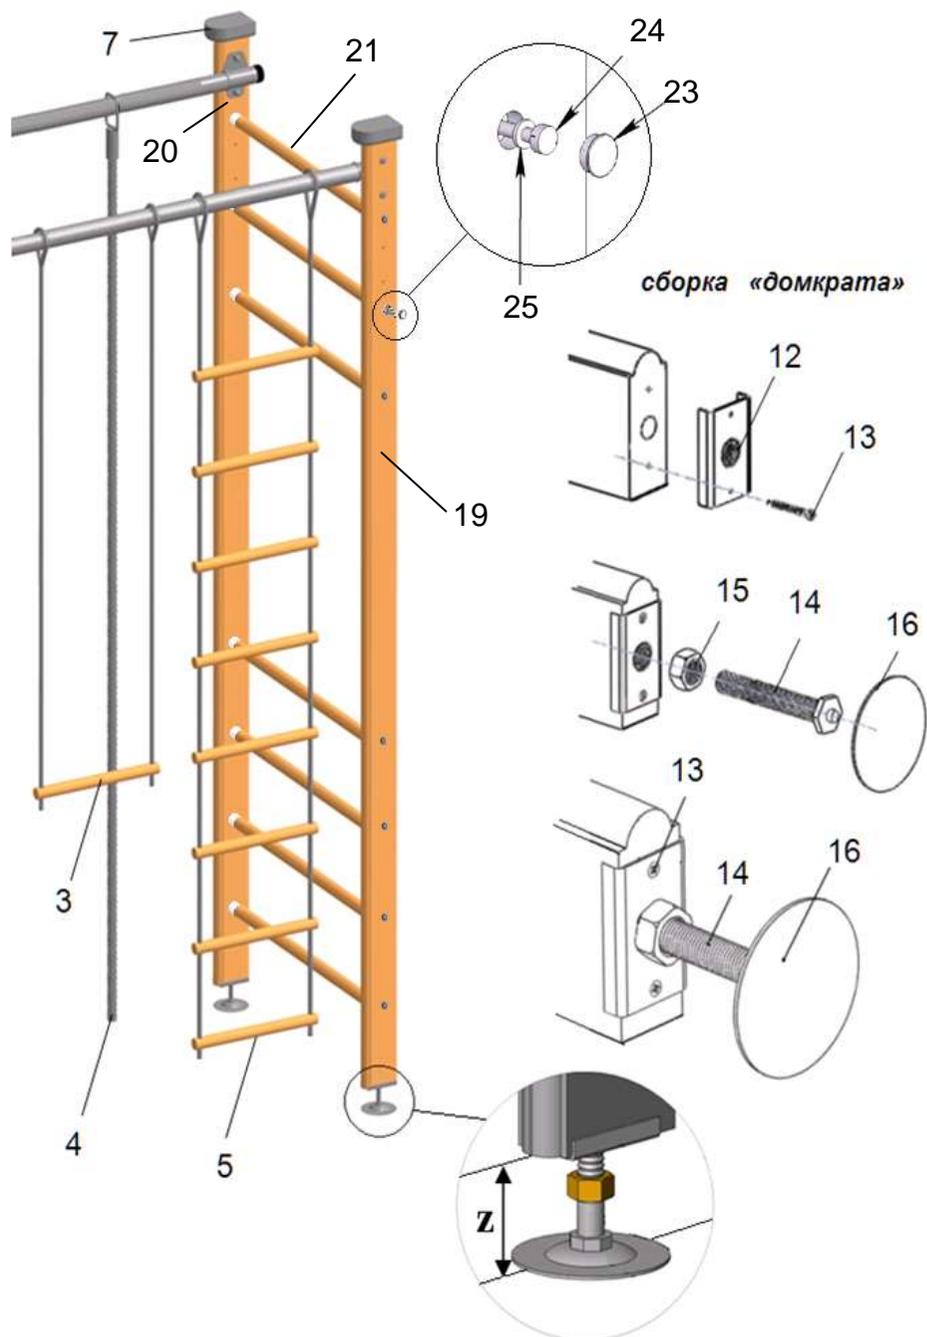

рисунок 2
2) правильность установки винтовых домкратов и размер «Z», который не должен превышать 70 мм (рисунок 2).